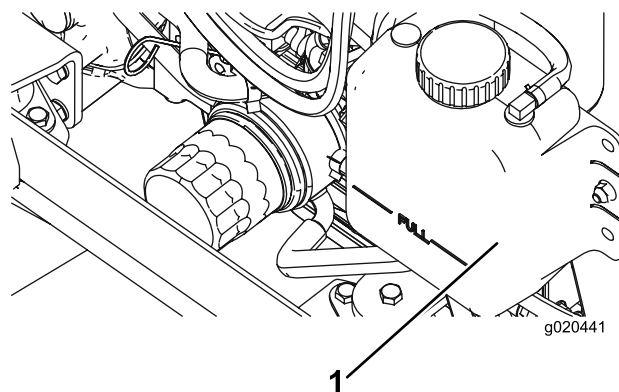

Figura 72
1. Retire cuidadosamente el tapón del radiador y el tapón del depósito de expansión (Figura 72).